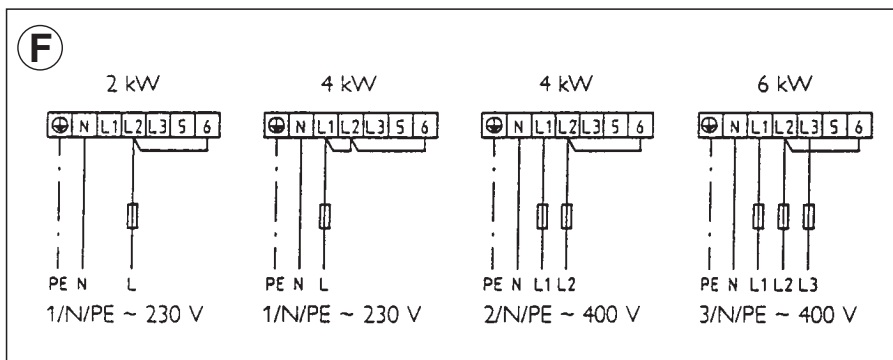

Fig. 16
- Funcionamiento monocircuito, fig. 16